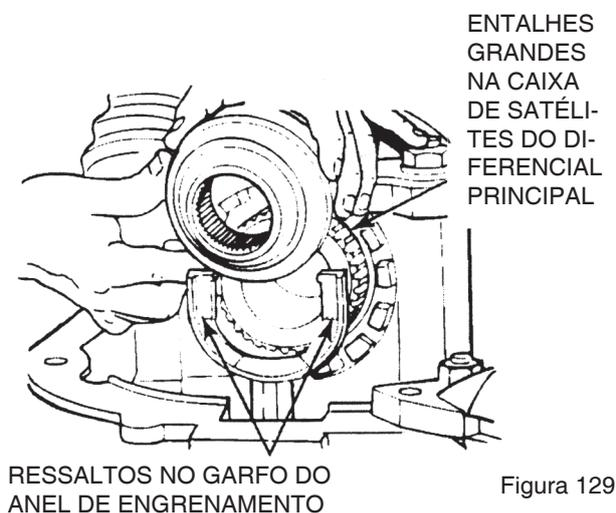

Figura 129
- Posicione o anel de travamento sobre o garfo. O entalho maior do anel de travamento deverá estar voltado para a caixa dos satélites principal. Use uma marreta de borracha para bater no anel de travamento até o mesmo passar através dos ressaltos do garfo de acionamento. Figura 129.
10. Engrene o entalhado do anel de travamento com entalhado da caixa dos satélites. Insira o parafuso de engrenamento manual pelo topo do cilindro de acionamento do mecanismo para mover o anel de engrenamento em direção a caixa dos satélites. Gire o anel de engrenamento conforme necessário para alinhar os entalhados. Figura 129.